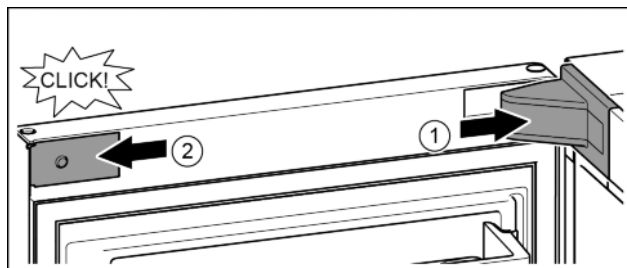

Fig. 22
- ▶ Встановіть та зафіксуйте кришку опорного кронштейна, у разі необхідності — обережно розтисніть. Fig. 22 (1)
- ▶ Встановіть збоку і зафіксуйте накладку. Fig. 22 (2)